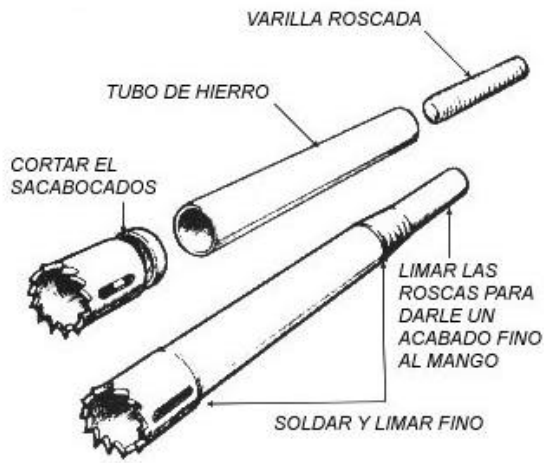

Figura 5-13 Una broca para pernos de quilla puede construirse con un trozo de tubo y un sacabocados estándar.
2. Fabrique una sierra para agujeros de largo alcance cortando el extremo de un sacabocados de un diámetro algo mayor al del perno a reparar. Suelde el sacabocados a un tubo del mismo diámetro y de una longitud suficiente para alcanzar la longitud del perno de quilla más largo. Suelde un trozo de barra redonda en el otro extremo para que sirva de mecha para el portabrocas de un taladro. Si se trata de muchos pernos de diferentes longitudes, puede ser conveniente fabricar varias sierras para agujeros con diferentes longitudes (*Figura 5-13*).